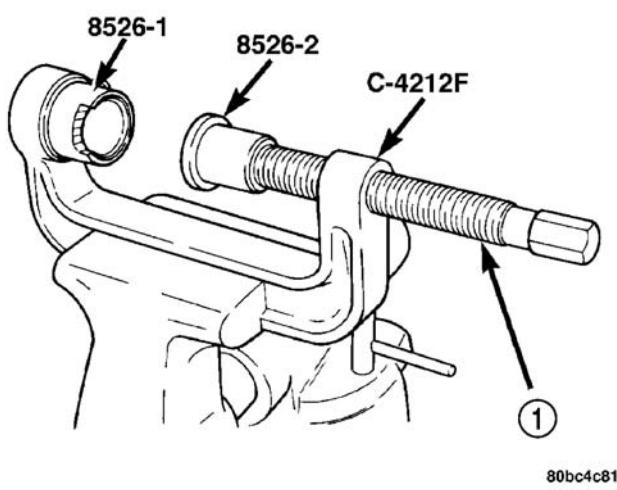

图 24 安装时定位的专用工具
(1) 将接收器 (专用工具 8256-1) 安装至球头压床的凹座 (专用工具 C-4212F) 中，拧紧固定螺钉。将螺丝套 (专用工具 8256-2) 安装至球头压床顶端的螺杆上，如图所示 (图 24)。用这种方法定位螺丝套，使衬套落至正确深度。